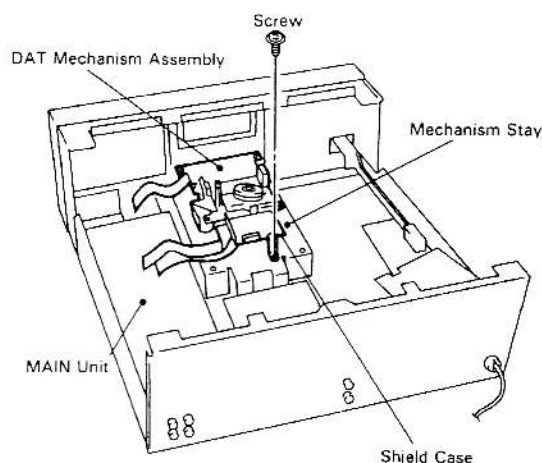

Fig. 2-3
3. Place the DAT mechanism assembly so onto the mechanism stay that the motor pulley at the lower surface is not in contact with anything, and fix the shield case of the DAT mechanism assembly with a screw. (Refer to Fig. 2-3)
2. DATメカASSY下面のモータープーリーが他に触れないようにメカステイの上のせ、DATメカASSYのシールドケースをネジで固定する。(図2-3参照)